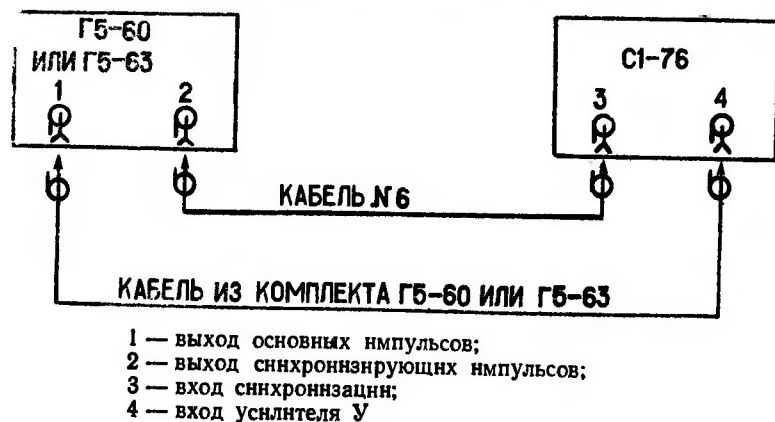

Рис. 10.
13.4.3д. Определение времени нарастания переходной характеристики производится путем подачи на вход осциллографа испытательного импульса от генераторов Г5-60 и Г5-63 (рис. 10) длительностью 5 мкс положительной и отрицательной полярности, задержанного по отношению к запускающему импульсу на 2 мкс , с периодом повторения $0,1 \text{ мс}$.
13.4.3е. Определение выброса переходной характеристики и времени установления производится путем подачи на вход осциллографа испытательного импульса положительной и отрицательной полярности от генераторов Г5-60 и Г5-63 (рис. 10) длительностью 5 мкс, задержанного по отношению к запускающему на 2 мкс, периодом повторения 0,1 мс.
13.4.3ж. Определение неравномерности переходной характеристики производится путем подачи на вход осциллографа испытательного импульса положительной и отрицательной полярности от генераторов Г5-60 и Г5-63 (рис. 10).